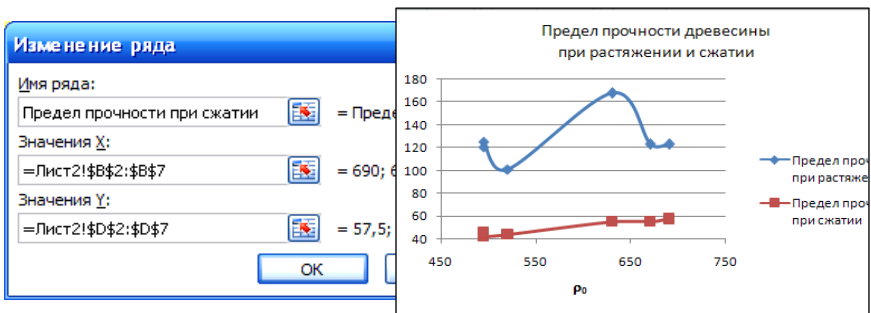

Рис. 4.6. Добавление нового ряда на диаграмму
3. Для добавления графика на диаграмму на вкладке *Конструктор* выполнить команду *Выбрать данные*. Нажать кнопку *Добавить* и в окне *Изменение ряда* указать данные нового ряда (рис. 4.6).